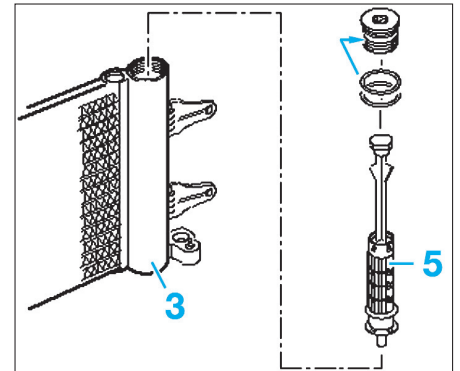

FIG. 14
- A l'aide d'une vis (M12), retirer le circlip (4) et extraire du condenseur (3) l'obturateur (2) (Fig.14).